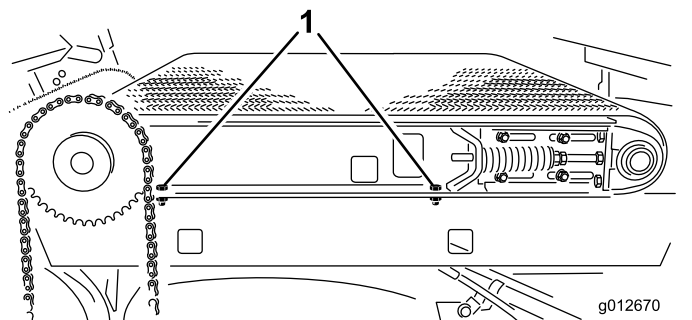

Figura 28
4. A la derecha de la máquina, afloje 2 tornillos que fijan el travesaño del bastidor deslizante al guardabarros derecho (Figura 28). Asegúrese de que los tornillos están lo suficientemente sueltos para dejar que la plataforma deslizante se incline.